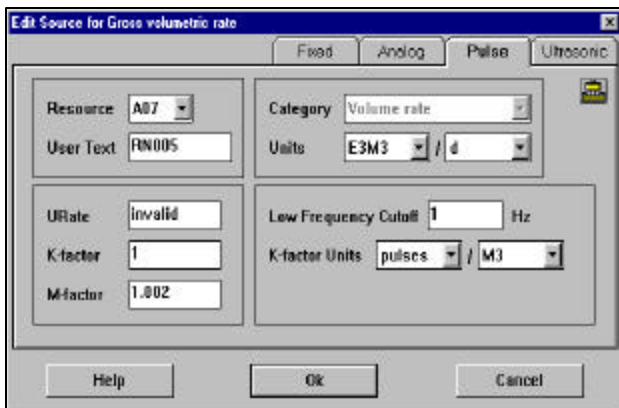

Figure 3 Edit source window/Fenêtre Edit Source
3. Double-click the pulse input cell under the *Source* column. The edit source window will appear (Figure 3)
3. Cliquer deux fois sur la case *pulse input* sous la colonne *Source*. La fenêtre de modification de la source apparaît. (Figure 3)